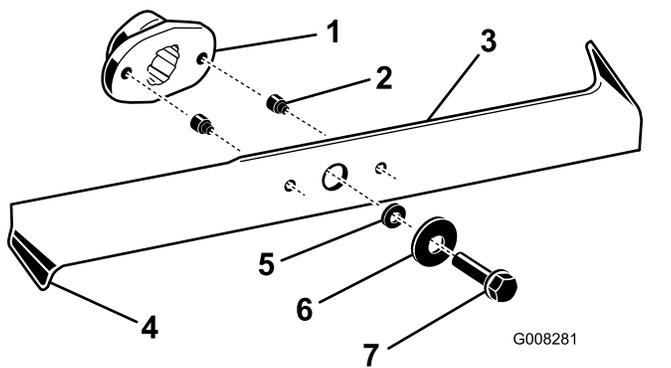

Figura 37
2. Inspeccione los filos de corte (Figura 37). Si los bordes no están afilados o tienen mellas, retire las cuchillas y afílelas; consulte Afilado de las cuchillas \(página 32\).
- Inspeccione las cuchillas, especialmente los extremos inclinados (Figura 37). Si observa cualquier daño o desgaste en esta zona, instale inmediatamente cuchillas nuevas.
- Si los pasadores de seguridad están rotos, sustitúyalos inmediatamente (Figura 37).
- Retire los pernos, las arandelas y las cuchillas (Figura 37). Inserte un bloque de madera entre cada cuchilla y el cortacésped para bloquear la cuchilla mientras se retira cada perno.
- Instale las cuchillas, las arandelas y los pernos (Figura 37).